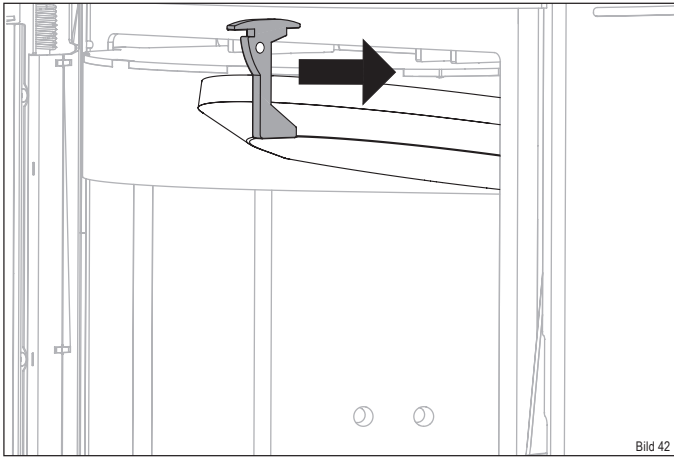

Bild 42
- ▶ Schieben Sie den Thermosteinhalter nach vorne (Bild 42).